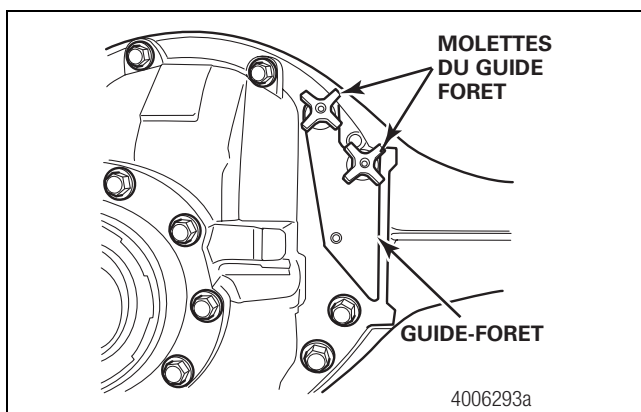

Figure 3
6. Poser le guide-foret sur la tête de pont en alignant les goupilles du guide-foret avec les orifices du carter et de la tête de pont. Serrer les tenons du guide-foret à la main afin de fixer le guide-foret sur la tête de pont. Figure 3.